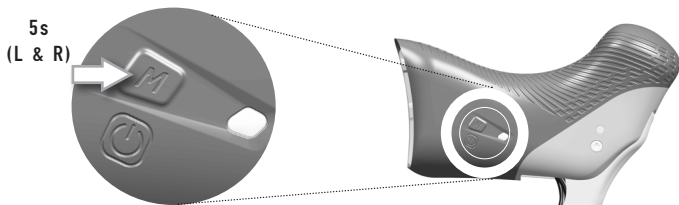

Abb.9
- 2) Halten Sie die MODE-Tasten der Ergopower Schaltgriffe (Abb. 9) gleichzeitig 5 Sekunden lang gedrückt, bis die LEDs dauerhaft ROSA leuchten.